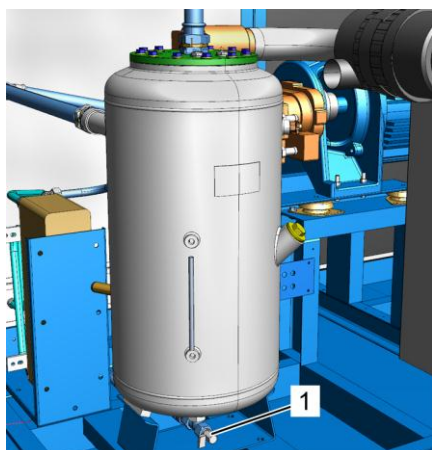

Рис. 61: Водосток
7. Откройте водосток (Рис. 61/1).
13. Закройте водосток (Рис. 61/1).